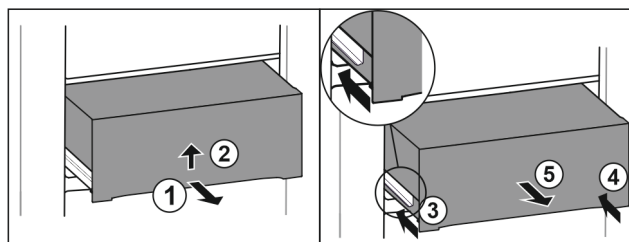

Fig. 40
- Extraiga el cajón hasta la mitad. Fig. 40 (1)
- Levante el cajón por la parte de abajo Fig. 40 (2).
- Retraiga la guía izquierda. Fig. 40 (3)
- ▶ Retraiga la guía derecha. *Fig. 40 (4)*
- ▶ Extraiga el cajón hacia delante. *Fig. 40 (5)*